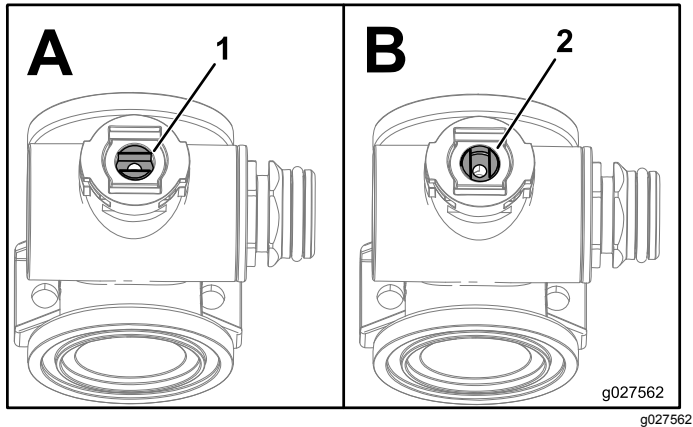

Bild 111
1. Drehen Sie den Ventilschaft so, dass er in der geschlossenen Stellung ist (Bild 111 B).
- Drehen Sie den Ventilschaft so, dass die Kugel in der GEÖFFNETEN Stellung ist (Bild 111 A).
7. Drehen Sie den Ventilschaft so, dass das Ventil geschlossen ist (Bild 111).